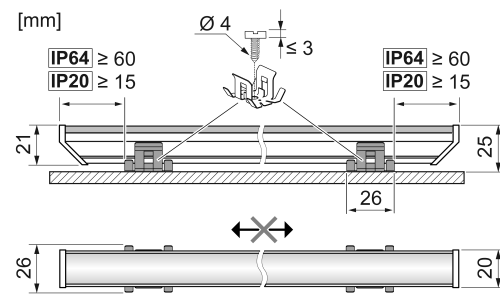
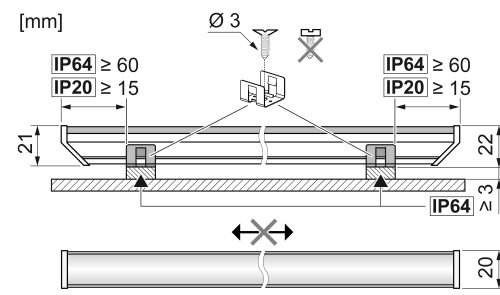

Bild 2: Montage mit Klammer 81081710
Bild 3: Montage mit Klammer 81081700
**i** Für eine möglichst einfache Montage wird empfohlen, die Halteklammer 81081710 zu verwenden (Bild 2). Für besonders kleine Einbaumbauungen ist optional die Halteklammer 81081700 erhältlich. Diese erfordert jedoch bei Montage der Ausführung IP64 die Verwendung zusätzlicher Abstandshalter (Bild 3).